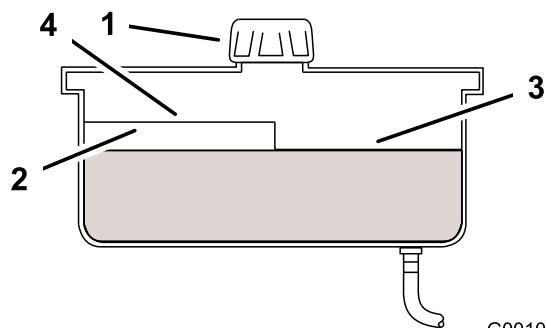

Figure 68
4. Nettoyez la surface autour du bouchon et du goulot de remplissage du réservoir hydraulique (Figure 68).
- Retirez le bouchon du goulot de remplissage. Vérifiez le niveau d'huile à l'intérieur du réservoir (Figure 68).